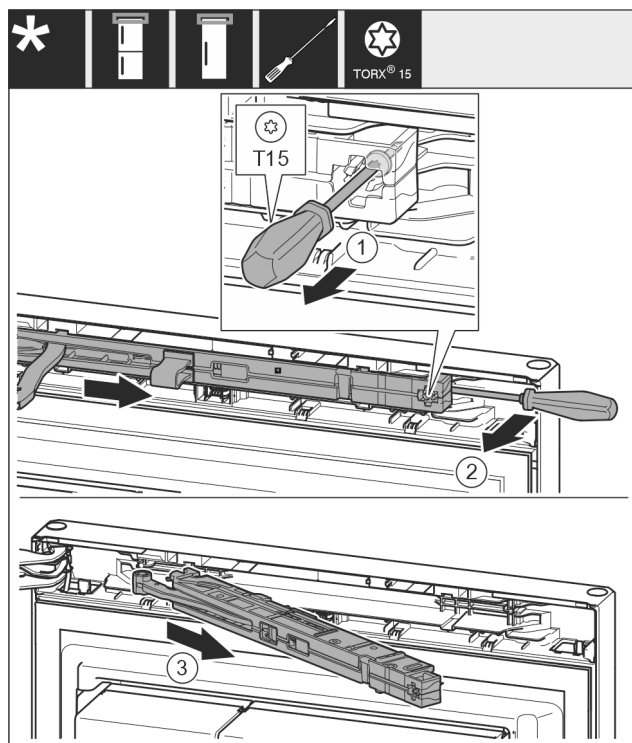

Fig. 15
- Desfaceți șurubul Fig. 15 (1) aprox. 14 mm de la unitatea amortizorului de închidere cu șurubelnița.
- Desprindeți cu o pârghie unitatea amortizorului de închidere Fig. 15 (2) de pe partea mânerului cu șurubelnița spre înainte.
- Extrageți unitatea amortizorului de închidere Fig. 15 (3).